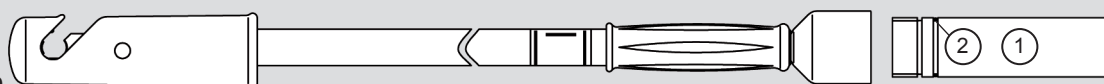

Abb. 9
9. Austausch des Rundschnurrings (Bestell-Nr. 069 21 44) - Abb. 9